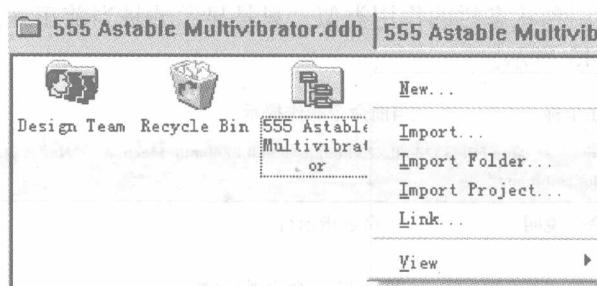

图 1-19 设计窗口空白处的快捷菜单
(4) 设计窗口空白处的快捷菜单 当用户在设计窗口的空白处单击鼠标右键时, 就会调出相应的快捷菜单, 如图 1-19 所示。通过该快捷菜单可以执行新建文件、导入已有文件等操作。